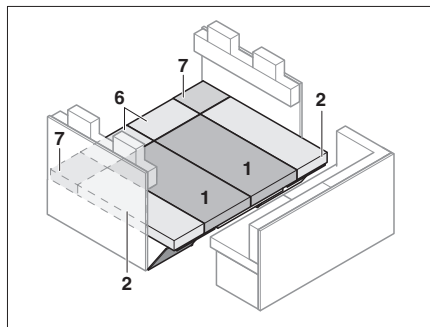

Bild 155 Nach dem Umbau
- Sitz-, Rücken- und Zusatzpolster wie in Bild 155 gezeigt auflegen.